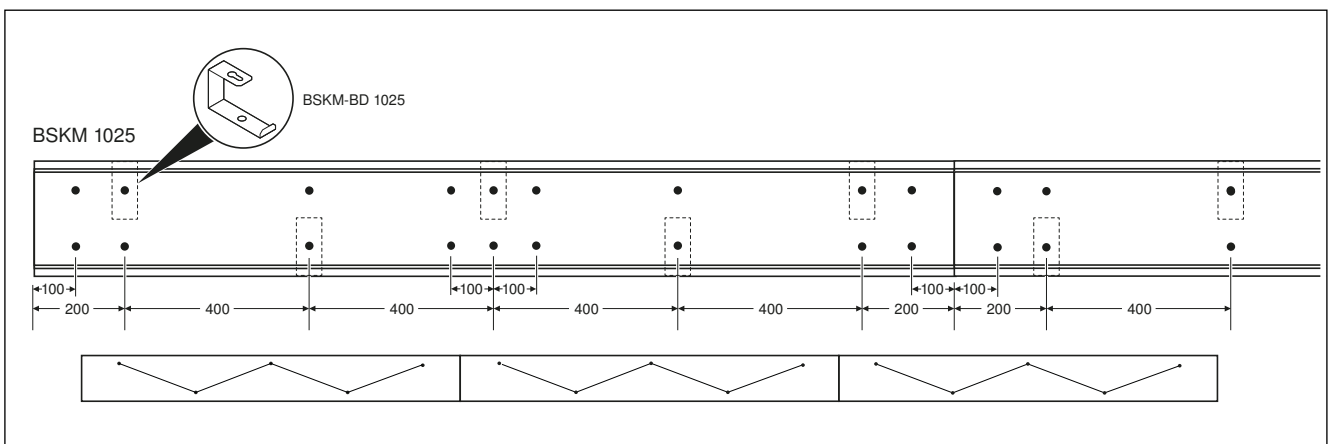
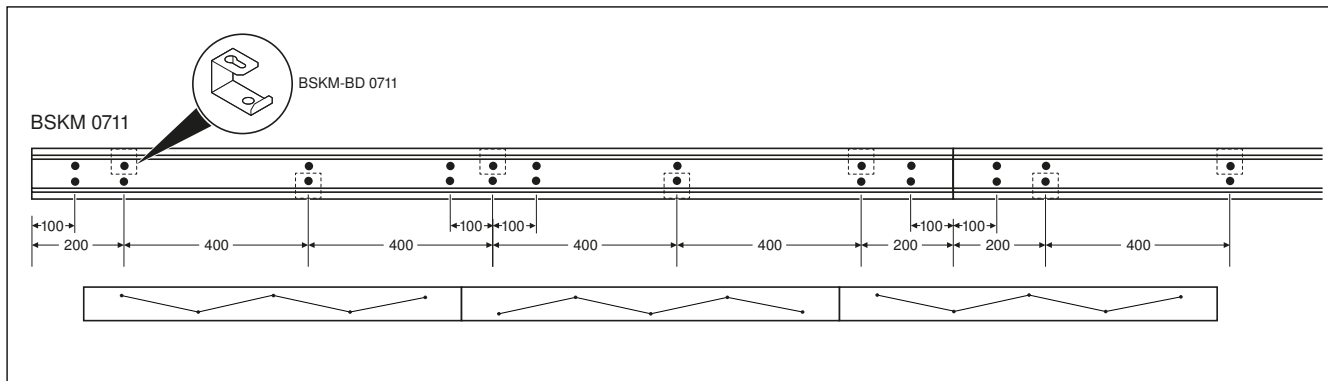

Abb. 18: Lochbild für Deckenmontage, BSKM 1025
Abb. 19: Lochbild für Deckenmontage, BSKM 0711
Hinweis! *Die Beschichtung muss an den Lochungen, die für die Montage gebraucht werden, mit einem spitzen Gegenstand durchstoßen werden. Es muss auf eine diagonale Anordnung der Befestigungspunkte geachtet werden, wie in Abb. 18 und Abb. 19 dargestellt (gilt nicht für BSKM 0407).*
- Innen liegende Beschichtung an den notwendige Lochungen mit spitzem Gegenstand durchstechen. Lochbilder wie in Abb. 18, 19 oder 20 beachten. Die Löcher müssen versetzt angebracht werden.